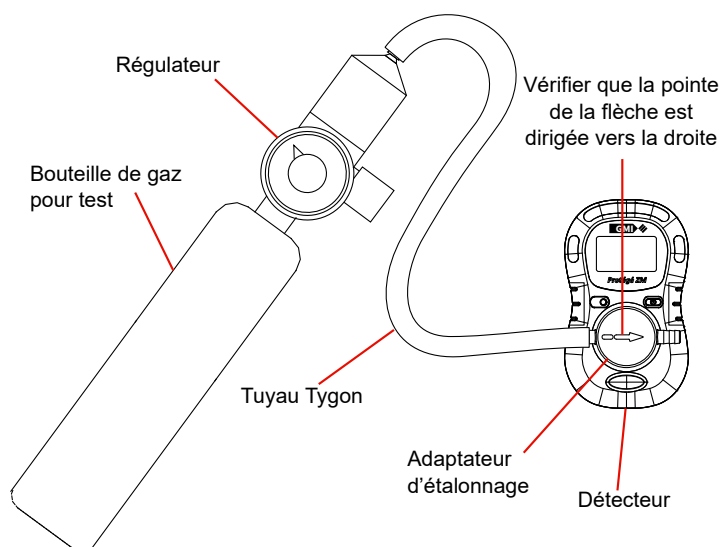

Figure 4-1 : Test fonctionnel – Adaptateur d'étalonnage fixé
4. Fixer l'adaptateur d'étalonnage au détecteur et appliquer le gaz (se reporter à la Figure 4-1 : Test fonctionnel – Adaptateur d'étalonnage fixé).
REMARQUE : s'assurer que l'adaptateur d'étalonnage est bien inséré sur le détecteur, la pointe de la flèche dirigée vers la droite (se reporter à la Figure 4-1 : Test fonctionnel – Adaptateur d'étalonnage fixé).